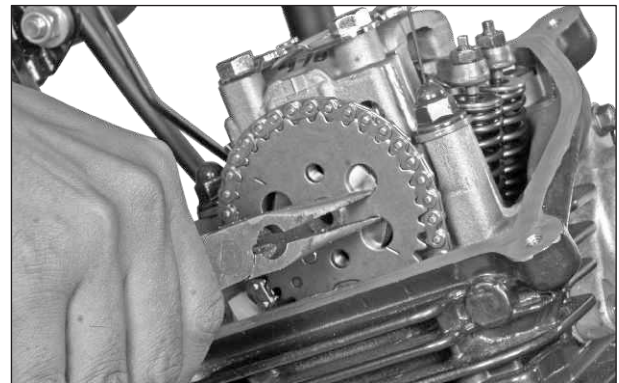

Fig. 3.39
- Ahora, hale cuidadosamente el piñón de distribución junto con la cadena. (Fig. 3.39)